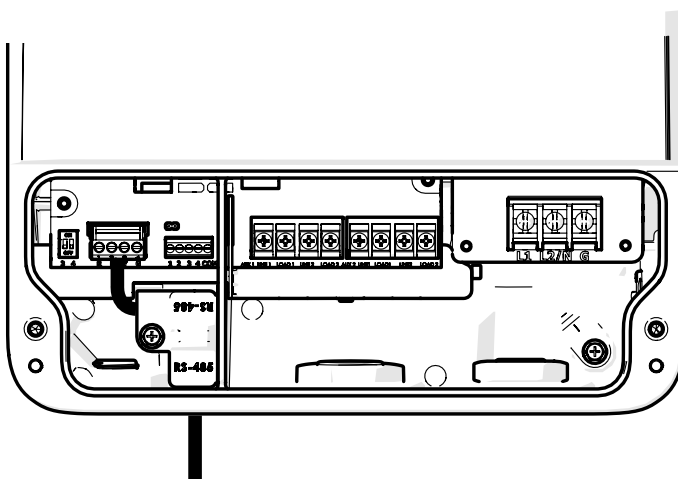

Figura 8. Puerto de conexión rápida RS-485 con cableado
Además de la conexión a tierra adecuada, según se describe en la sección *Cableado eléctrico*, y en conformidad con los requisitos de National Electrical Code (NEC) o, en Canadá, el Código Eléctrico Canadiense (CEC), debe haber una conexión equipotencial entre el motor de la bomba y todas las piezas metálicas de la estructura de la piscina, del hidromasaje o del jacuzzi y todos los componentes y equipos eléctricos relacionados con el sistema de circulación de agua de la piscina/del hidromasaje. La conexión equipotencial debe llevarse a cabo con un conductor de cobre macizo n.º 8 AWG o uno más grande. En Canadá, debe usarse un n.º 6 AWG o uno más grande. Haga la conexión equipotencial del motor con la terminal de conexión equipotencial externa proporcionada en el bastidor del motor. Consulte la Figura 8.
- Puerto de conexión rápida RS-485 (consulte la Figura 8)
Consulte la Figura 8 para las instrucciones de cableado de RS-485.